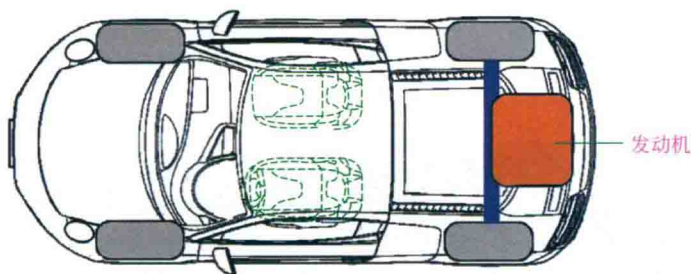

图 1.1-10 后置后驱
(4) 后置后驱 即发动机后置、后轮驱动,如图 1.1-10 所示。